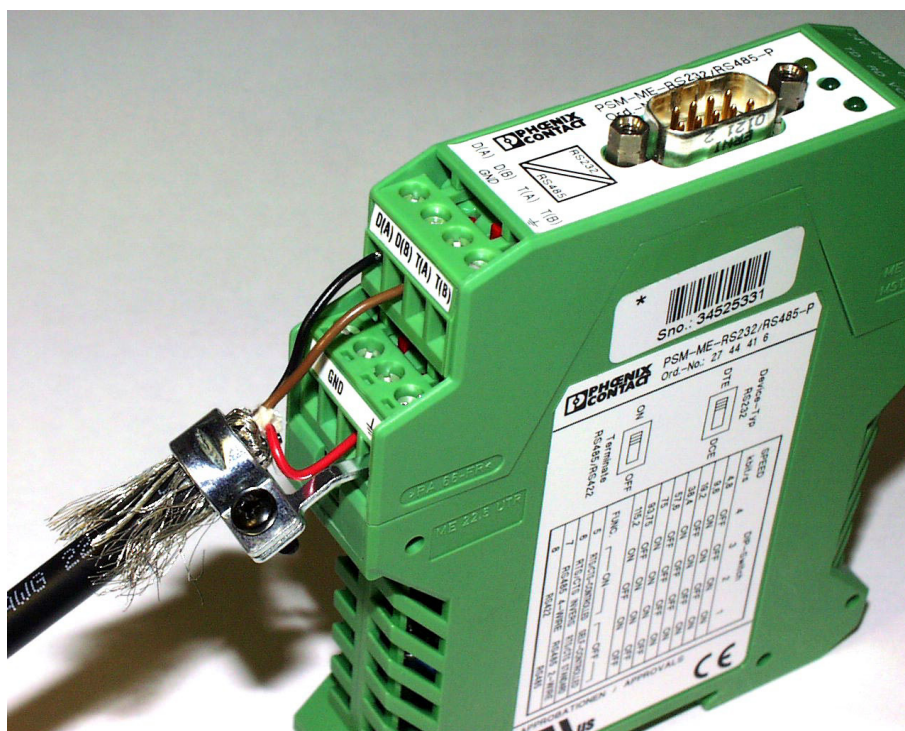

Fig. 8.2. Conexión del convertidor RS485
Preparación y conexión del cable al convertidor (Fig. 8.2):
- Conecte los 3 cables a los terminales en el convertidor RS-485 / RS-232 (como se muestra en la Fig. 8.2).